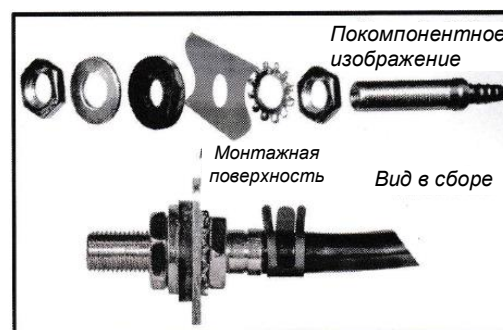

Рис. 2: Узел клапана для накачивания
14. Чтобы разрезать воздуховод, используйте стандартный труборез, лезвие бритвы или очень острый нож. Ровный срез под прямым углом дает гарантию от протечек. Разрежьте воздуховод на две равные части. Просверлите отверстия 5/16" (8 мм) под клапаны для накачивания и установите, как показано на рисунке. Резиновая шайба снаружи служит герметизирующей прокладкой для защиты от атмосферных воздействий (рис. 2).